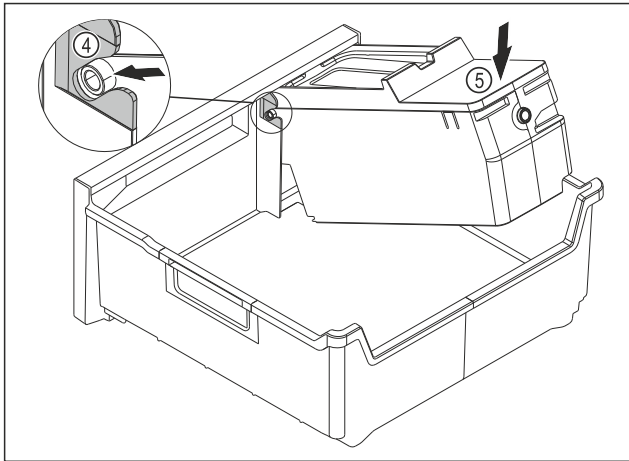

Fig. 295
- ▶ Смонтируйте корпус EasyTwist-Ice: Вставьте оси корпуса EasyTwist-Ice в направляющие Fig. 295 (4).
- ▶ Вдавите корпус EasyTwist-Ice Fig. 295 (5) вниз.